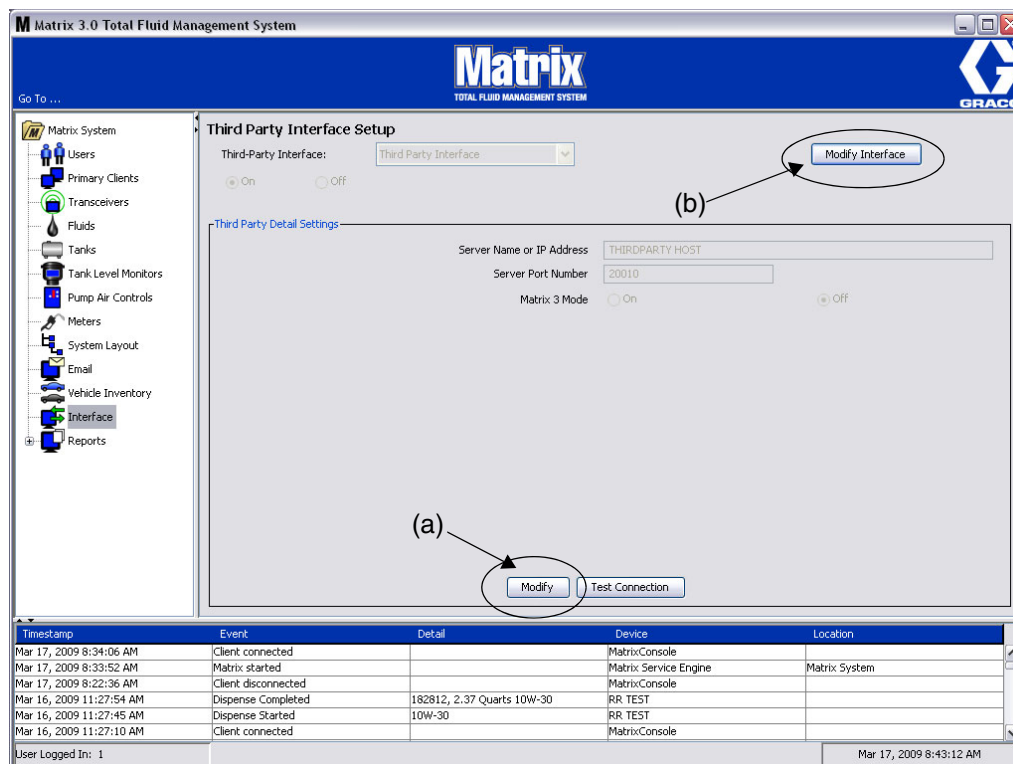
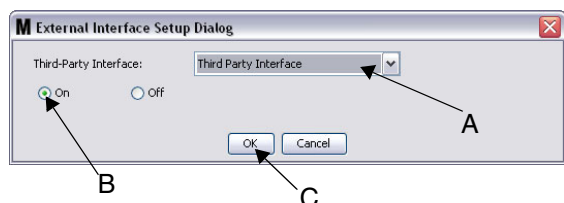

FIG. 162
FIG. 164 Boîte de dialogue de Configuration d'interface Externe
1. Cliquez sur le bouton **Modifier** (a) (FIG. 162, page 118) pour afficher la boîte de dialogue de configuration de l'interface externe.
1. Cliquez sur le bouton (b) **Modifier Interface** (FIG. 162). La boîte de dialogue de Configuration de l'interface Externe illustrée à la FIG. 164 s'affiche. Cette boîte de dialogue est utilisée pour spécifier l'interface Tiers que vous utilisez.
2. Du menu déroulant (A - FIG. 164), sélectionnez Interface Tiers (Third Party Interface).
3. Cliquez sur « **ON** » (B - FIG. 164). L'interface Tiers permet à Matrix d'utiliser une interface tiers.
4. Cliquez sur le bouton **OK** (C - FIG. 164) pour fermer l'écran et confirmer votre sélection.